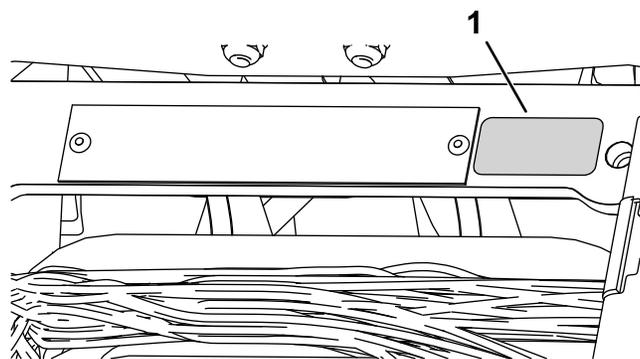

Рисунок 13
- Приклейте наклейку, указывающую год выпуска, рядом с табличкой с серийным номером (Рисунок 13).